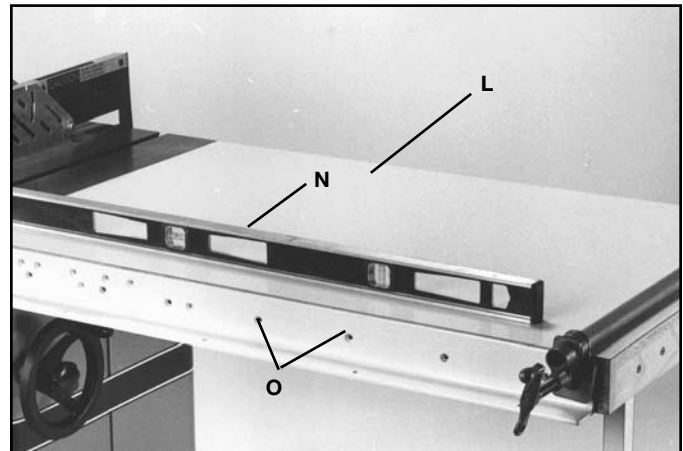

FIG. 20
12. Ubique el conjunto del banco (L) en la posición indicada entre el riel frontal y el trasero, como se muestra en la Fig. 20. Asegúrese de que el extremo del banco esté al mismo nivel que el banco de la sierra, y con una abrazadera de barra, ajuste los extremos de los rieles para fijar la posición del banco. Use una regla (N) para asegurarse de que el banco esté en el mismo plano y al mismo nivel que el banco de la sierra. Para esto, ajuste los tornillos de nivelación en la parte inferior de las patas de apoyo. Cuando esté seguro de que el banco está al mismo nivel y en el mismo plano que el banco de la sierra, ajuste la abrazadera de barra para fijar la posición de todos los elementos. Luego, haga orificios pasantes de 6,4 mm (1/4") en la parte frontal y trasera del marco del banco, utilizando los orificios (O) del riel como plantilla. La cantidad de orificios dependerá del largo de los rieles.